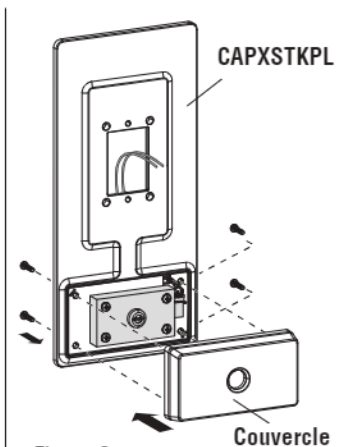

Figure 2
3. Position Cover over Postal Lock. Make sure that sealing gasket is properly seated. (See Figure 2)
3. Placez le couvercle sur la serrure postale. Assurez-vous que le joint d'étanchéité est bien en place. (Voir figure 2)